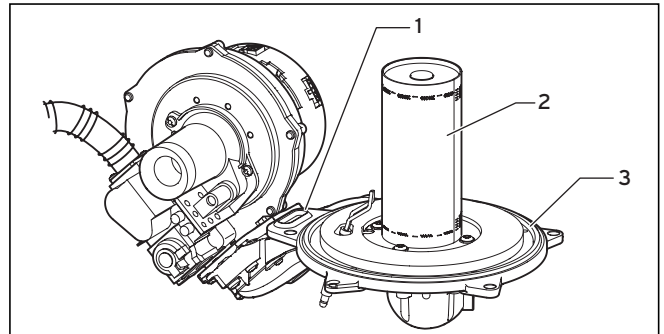

Fig. 10.4 Comprobar el quemador
- Sustituya las juntas (1) y (3) en la puerta del quemador (véase fig. 10.4).